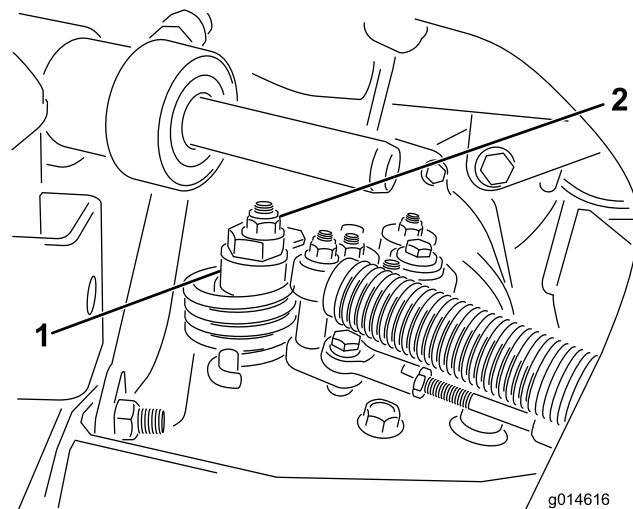

Figura 40
A. Desserrez l'écrou de fixation de l'excentrique en haut de l'hydrostat (Figura 40).
- C. Tournez l'excentrique jusqu'à ce que la roue ne tourne plus dans aucune direction. Lorsque la route arrête de tourner, serrez l'écrou pour bloquer l'excentrique et le réglage (Figura 40). Vérifiez le réglage avec la commande d'accélérateur en position BAS RÉGIME, puis HAUT RÉGIME.